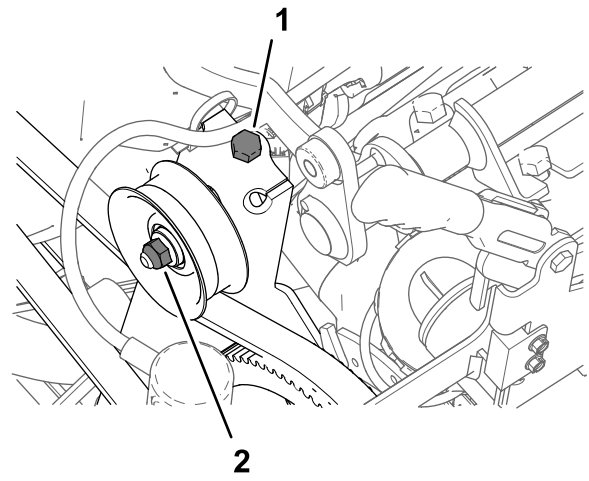

Bild 178
1. Lockern Sie die Mutter für die Spannscheibenwelle (Bild 178).